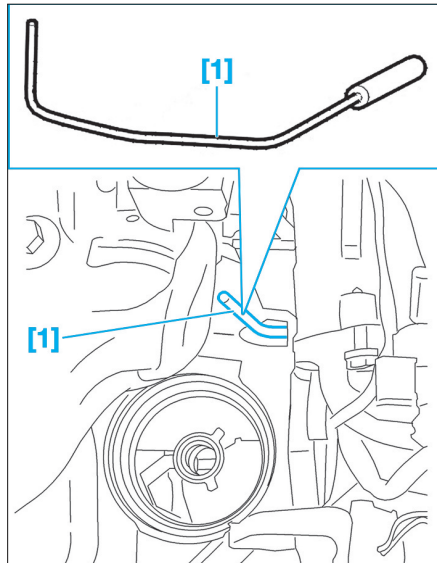

Fig. 23
- [1]. Pige de calage de volant moteur (ref. 0132-QY) (Fig.23).
- Tourner le moteur dans le sens normal de rotation par la vis de roue dentée de vilebrequin de façon à pouvoir introduire une pige [1] (Fig.23) dans le volant moteur, à travers le bloc-cylindres.